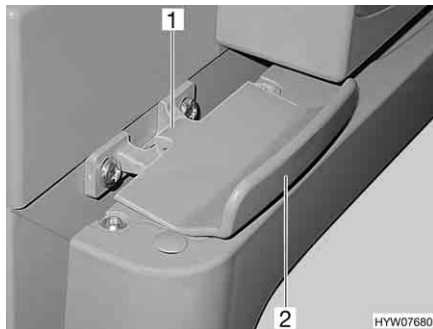

Fig. 59 Bloccaggio della porta del frigorifero, chiuso (Thetford)
- Aprire la porta del frigorifero tirando la maniglia (Fig. 59,2). Il bloccaggio (Fig. 59,1) si sblocca automaticamente.